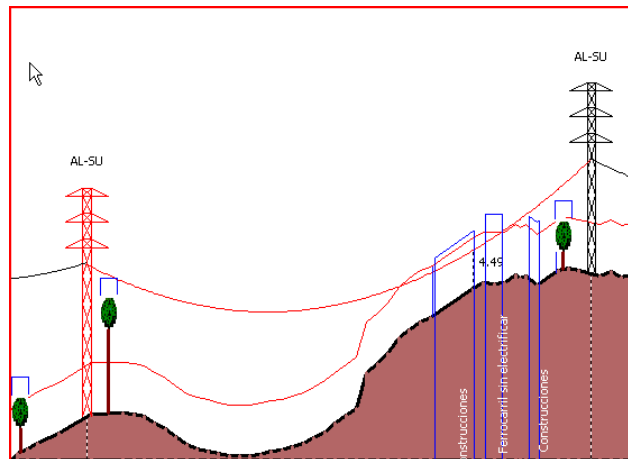
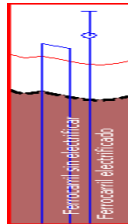

Figura 5.81. Código de colores
Figura 5.82. Código de colores
- **Código de colores**, si hay un apoyo en color rojo (Figura 5.81) quiere decir que ese apoyo está ahorcado, así mismo si la catenaria aparece en rojo (Figura 5.81) es porque está incumpliendo una de las distancias de seguridad establecidas, en rojo también se representan las banderas que indican que hay un ángulo y finalmente se puede ver una línea en rojo (Figura 5.81) que recorre todo el perfil que es la distancia mínima al suelo establecida inicialmente. El color azul es utilizado para identificar la altura y anchura de los cruzamientos, un círculo azul (Figura 5.82) representa el cruzamiento de un conductor marcando la distancia de seguridad mínima. También en la planta marca el punto exacto del cruzamiento una línea discontinua en este color pero sólo si no hemos importado una planta. En color azul claro se representan las explotaciones ganaderas y agrícolas (Figura 5.55).